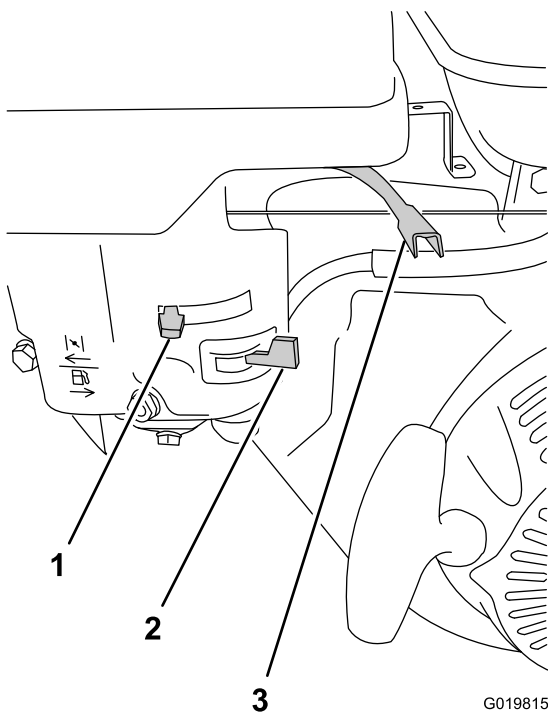

Figure 38
2. Sur le moteur, éloignez la commande d'accélérateur de la position Min et déplacez-la du tiers de sa course vers la position Max (Figure 38); voir Commande d'accélérateur (page 13).
3. Tournez le robinet d'arrivée de carburant complètement à droite en position ouverte (Figure 38); voir Robinet d'arrivée de carburant (page 13).
- Pour démarrer le moteur s'il est froid, déplacez la commande de starter complètement vers la gauche, en position fermée (Figure 38); voir Commande de starter (page 13).
1. Réglez la commande d'accélérateur en position bas régime (tortue) (Figure 38).
3. Amenez le levier du robinet d'arrivée de carburant en position Fermée (Figure 38) et tournez la commande du moteur en position Arrêt; voir Commande Marche/Arrêt du moteur (page 13).